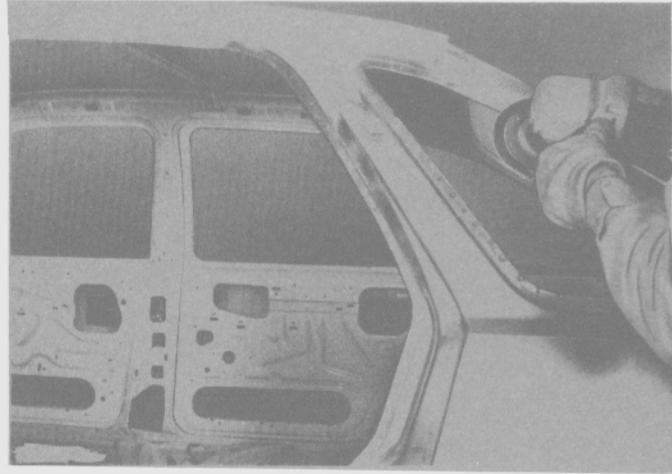

Fig. 218
- Fresar los emplazamientos rellenos con soldadura (Fig. 218).